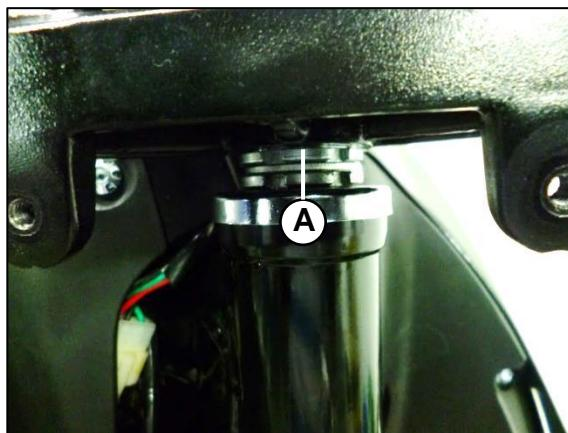

Fig. 02
Si encuentra un juego excesivo, ajuste las tuercas torre (A) con la herramienta especializada. **Fig. 02**